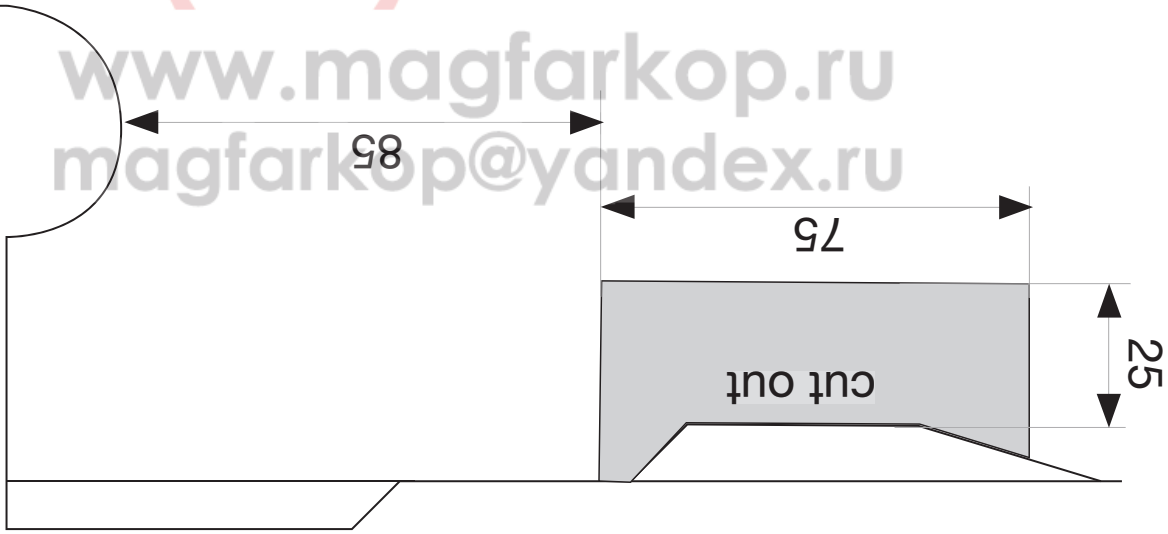

Fig.2
7. Saw a section out of the middle of the underside of the plastic protective container as shown in fig 2.
7. Auf der Unterseite der Kunststoff-Schutzablage einen Teil aus der Mitte gemäß Abbildung 2 herauserschneiden.
6. Auf der Unterseite der Kunststoff-Schutzablage einen Teil aus der Mitte gemäß Abbildung 2 herauserschneiden.
6. Saw a section out of the middle of the underside of the plastic protective container as shown in fig 2.
7. Scier au centre de la baquet de protection en plastique une partie correspondant à la figure 2.
6. Scier au centre de la baquet de protection en plastique une partie correspondant à la figure 2.